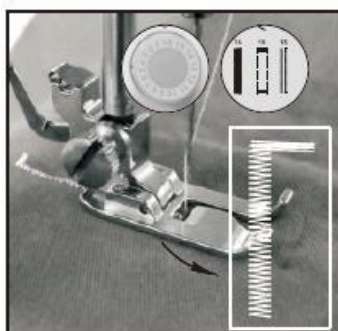

Рисунок 16
- 3) Выберите 7-ю строчку, включите переключатель и пришейте ткань подходящей длины, затем выключите переключатель. Обратите внимание, необходимо держать стежки по прямой линии (Рисунок 16).